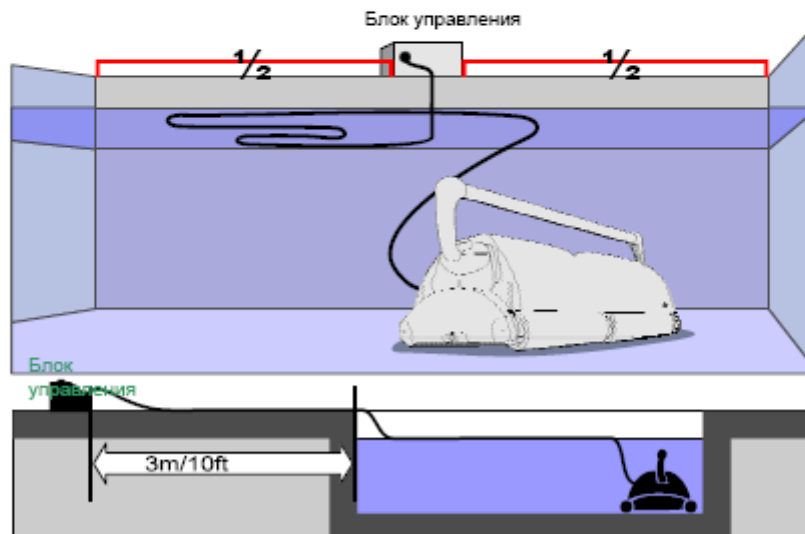

Рис. 1
Блок управления должен располагаться в защищенном месте на расстоянии не менее 3 метров (10 футов) от бортика бассейна. Не подвергайте блок управления воздействию дождевых осадков, не оставляйте его в водяных лужах. По возможности, располагайте его посередине продольной стенки бассейна (см. рис. 1). Это позволит роботу добраться до всех зон очистки, эффективно используя длину плавающего кабеля. Входящий в комплект поставки блок управления настроен на ОДНО входное напряжение из двух возможных:
- 4) Размотайте плавающий кабель и распределите его по поверхности воды как можно более равномерно. Убедитесь в том, что кабель не перекручен и не перегнут (см. рис. 1).